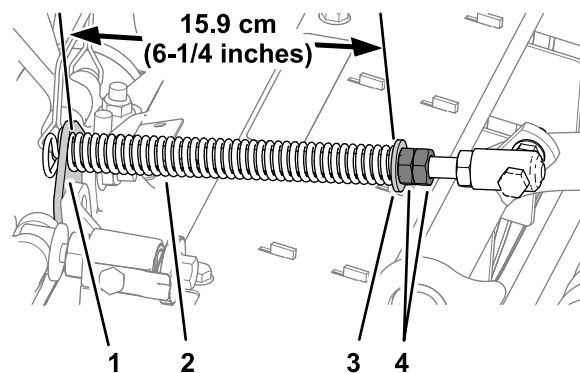

図 16
3. スプリングロッド前部の六角ナットを締めて、スプリング圧縮状態の長さが 図 16 に示すように 15.9cm になるようにする。